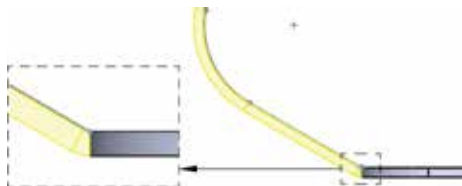

图 5.36 折弯在外
-  (折弯在外) 单选项：用于表示在不改变原有基础钣金的基础上，直接添加一块钣金壁，如图 5.36 所示。